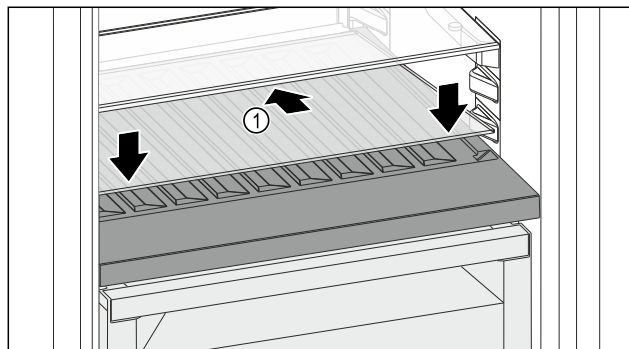

Fig. 115
- ▶ Coloque la placa de vidrio Fig. 115 (1) en ángulo e inclinada hacia atrás y hacia abajo.
- ▶ Levante la placa de vidrio Fig. 115 (1) por la parte delantera.